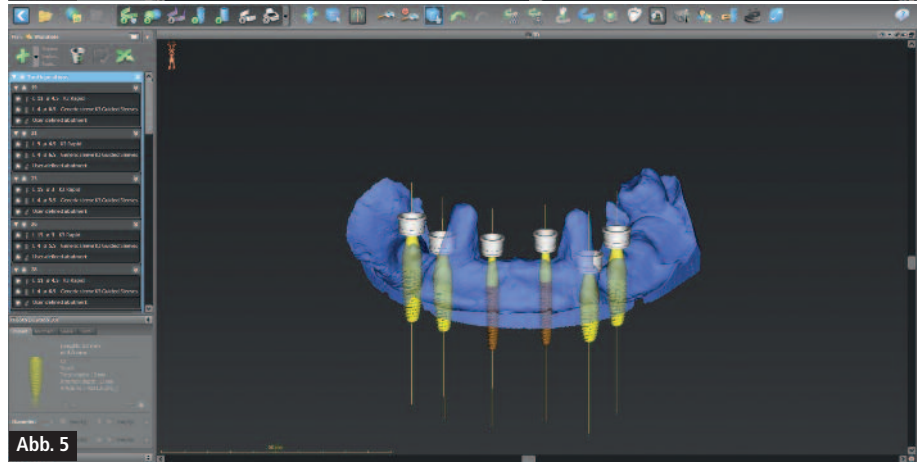

Abb. 5
- Abb. 5:** Ansicht Implantatplanung mit Modell.